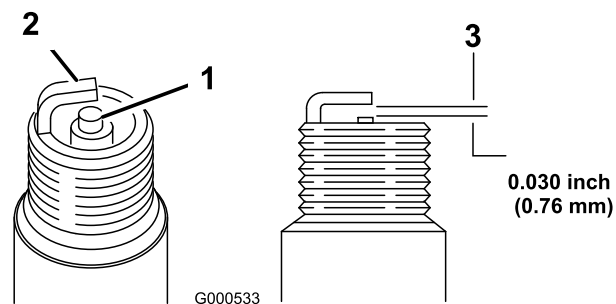

Figure 27
11. Réglez l'écartement des électrodes à 0,76 mm (0,030") (Figure 27).